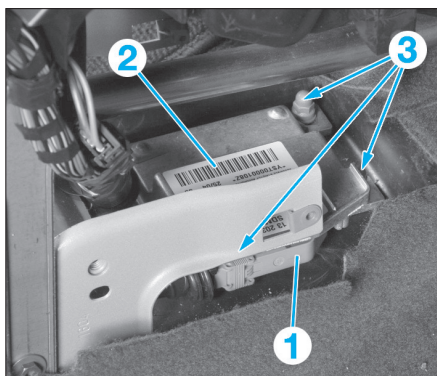

FIG. 7
- Débrancher le connecteur (1) du calculateur (2) (Fig.7).